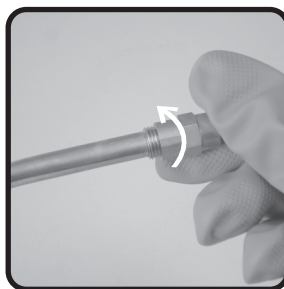

fig. 07
4. Colocar o bico girando no sentido horário, conforme fig. 07.